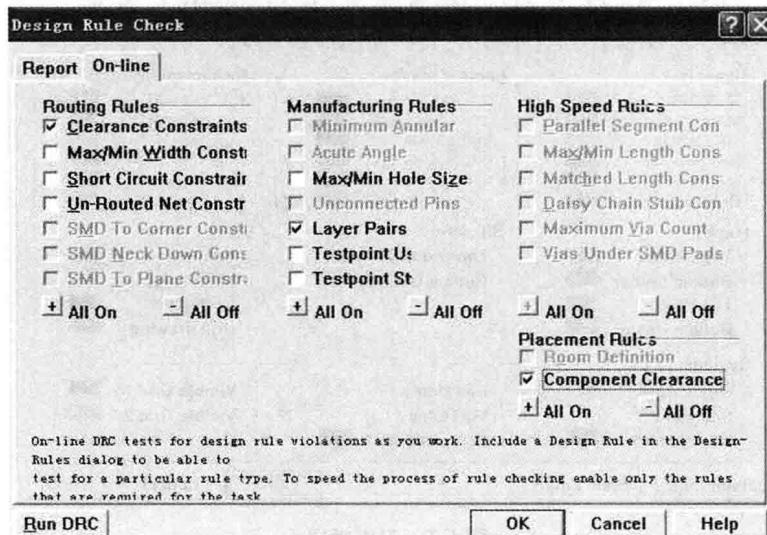

图 1-4 元件检查设置窗口
(4) 在元件配置方面,Protel 99SE 给出了群组元件的定义、动态的鼠线最佳化和鼠线长度的动态分析提示。另外,提出 X 轴与 Y 轴可分别定义的元件配置格点与简易的特殊范围划分,并提供元件安全间距的联机立即检查(Component Clearances On-line Check)与整批的设计规则检查(Batch DRC),如图 1-4 所示。
(5) 在 PCB 元件库编辑(Library Editor)方面,加强了多重元件同时编辑与不限次数的【撤销】/【确认】功能、更全面性的元件【复制】/【剪贴】功能及完整的元件规则检查(Component Rule Check)功能。
(6) 在 PCB 自动布线方面,包括整合各种 PCB 设计规则(如自动锁定前置布线(Lock